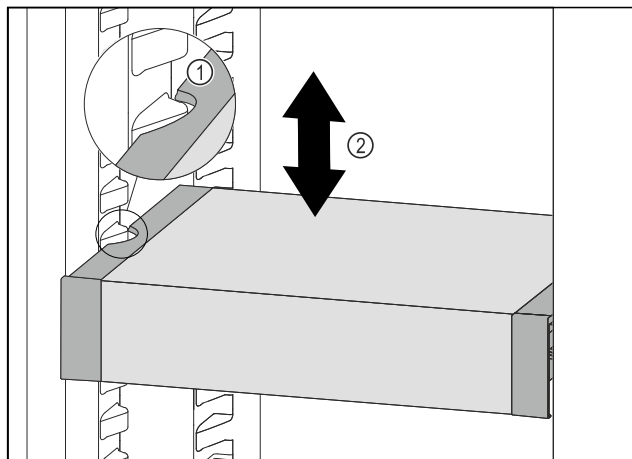

Fig. 243
- Vedä VarioSafe-laatikkoa ulospäin, kunnes VarioSafen sivuilla olevat lovet ovat jääkaappiosassa olevien kotelo-kiilojen tasolla. Fig. 243 (1)
- Siirrä VarioSafe-laatikkoa ylös- tai alaspäin jääkaappiosassa haluttuun korkeuteen. Fig. 243 (2)